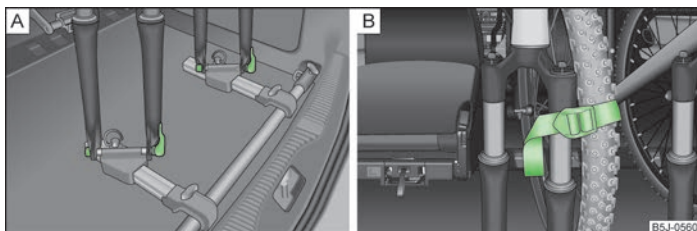

Fig. 55 Introducerea bicicletei / exemplu de fixare a roții față
- Așezați furca roții bicicletei pe axul de fixare și strângeți-o cu elementul de fixare rapidă » fig. 55 - [A].
- Depozitați roata față demontată între brațul pedalei stânga și cadrul bicicletei, și fixați-o cu o curea pe furca față » fig. 55 - [B], resp. pe un element de fixare.